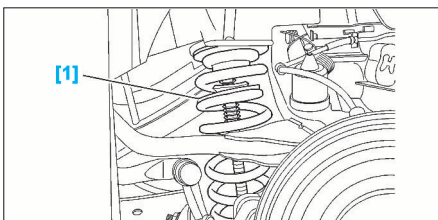

FIG. 42
- Faire glisser la coupelle [1] sur le ressort pour la positionner entre la 2^e et 3^e spire du ressort (Fig.42).